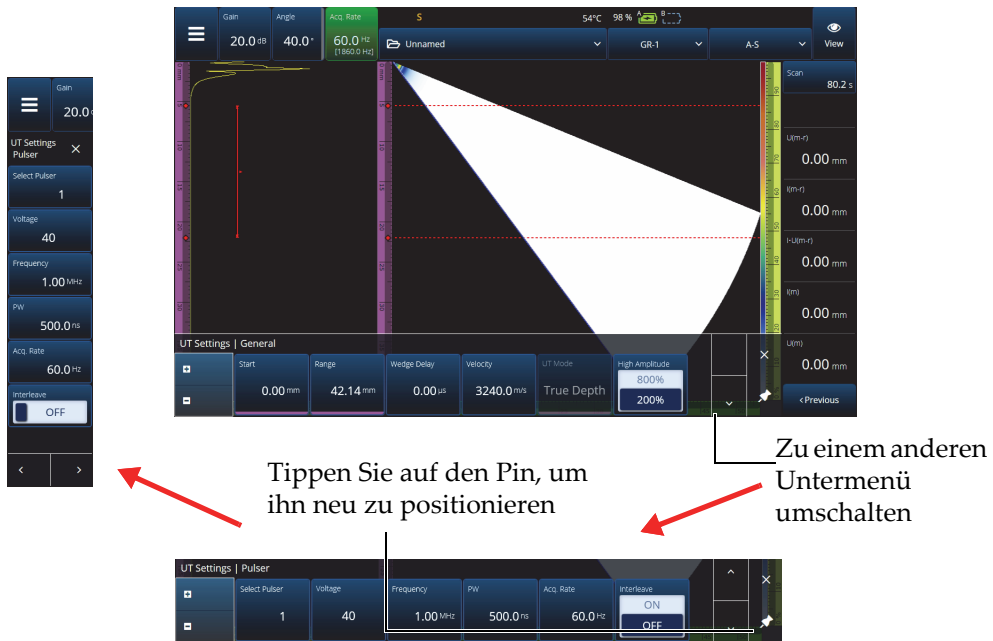

Abbildung 2-3 Parameter-Untermenü umschalten und neu positionieren
Das Menü wird derzeit horizontal über dem Anzeigebereich angezeigt, mit Untermenüoptionen auf der rechten Seite. Bei Auswahl erscheint das Parameter-Untermenü auf dem Anzeigebereich. Mit den Pfeiltasten (▲ ▼) kann ein weiteres Untermenü angezeigt werden. Das Untermenü kann durch Antippen der Schließen-Schaltfläche (X) ausgeblendet oder mit (◆) an der Seite des Bildschirms angepinnt werden (Abbildung 2-3 auf Seite 32).